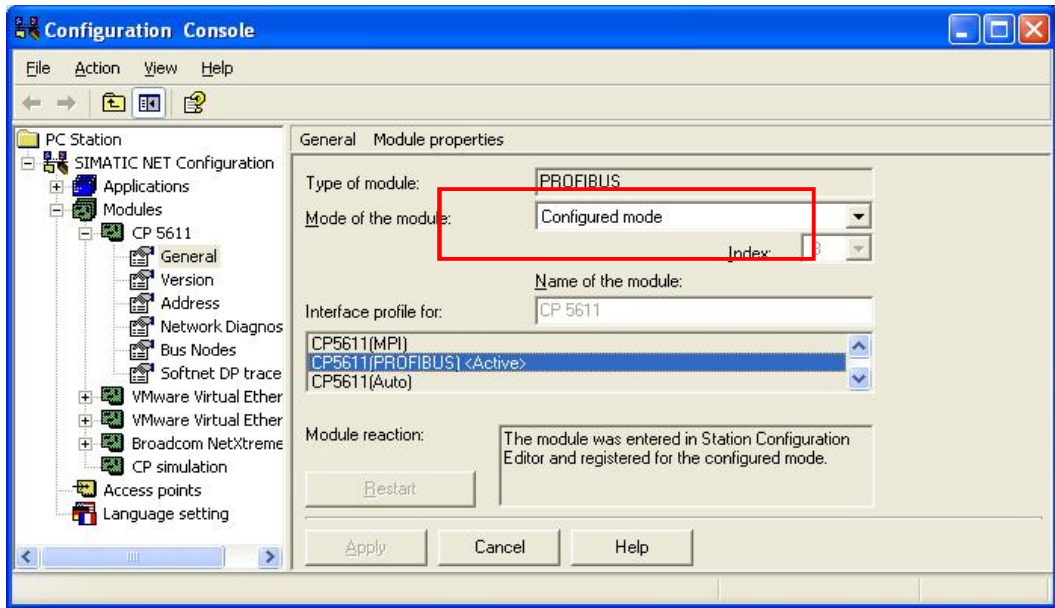

图 15
11. 打开 Start > Simatic > Simatic Net > Configuration console 检查 CP5611 工作模式及插槽号，如图 15 所示